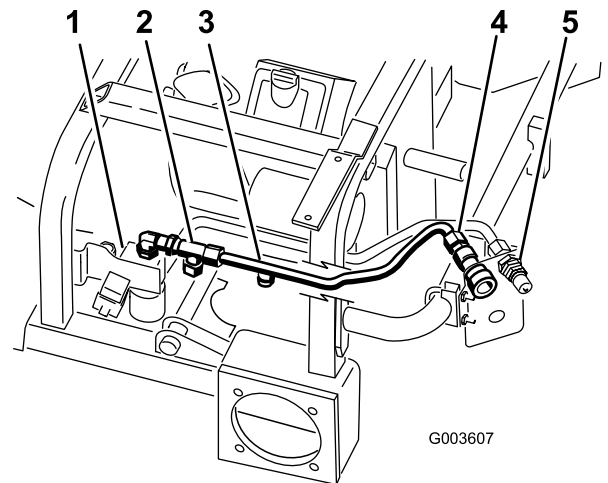

Figure 16
5. Placez la conduite hydraulique n° 2 dans la machine comme montré à la Figure 16.
6. Placez la conduite hydraulique n° 2 sur le raccord en T accouplé au raccord coudé à 90° et en haut de la vanne (Figure 16).
7. Placez la conduite hydraulique n° 2 sur le raccord femelle supérieur (Figure 16).